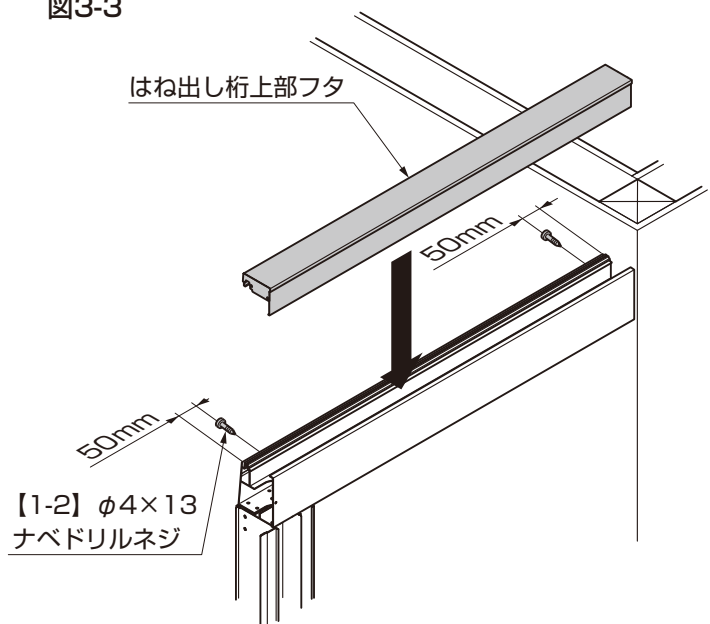

図3-5
- ⑤はね出し桁上部フタをはね出し桁両端部50mmの所に【1-2】で取付けてください。(図3-5参照)